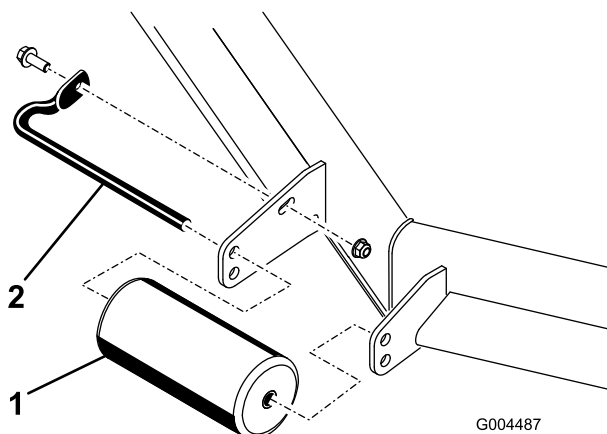

図 13
1. ローラのシャフトをデッキのブラケットに固定しているネジとボルトを取り外す (図 13)。